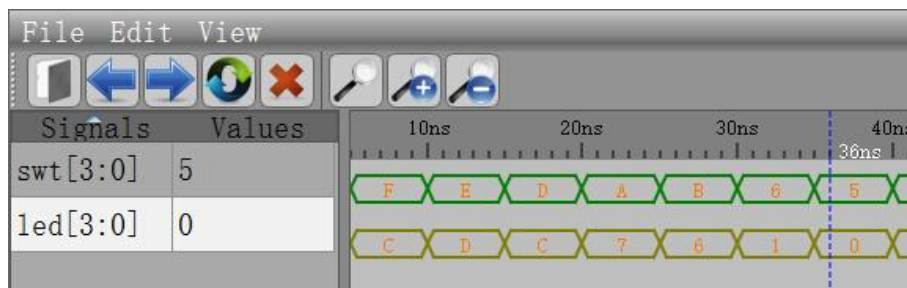

图 3-1-7 波形图
(5) 执行仿真并查看波形。查看输出信息。检查没有错误之后查看波形。点击右侧 Workspace 中的信号，进行添加并查看分析仿真结果。如图 3-1-7: